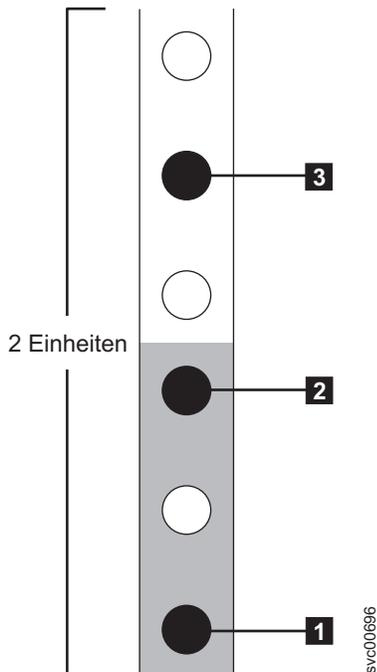

Abbildung 9. Positionen der Bohrungen auf der Rückseite des Racks
Diese Richtlinien helfen Ihnen beim Erstellen eines Plans, mit dem eine geeignete Position im Rack für ein oder mehrere Gehäuse ermittelt wird, die Sie jetzt oder später installieren. Für ein Gehäuse ist in einem Rack ein Bereich von zwei standardmäßigen Rackeinheiten erforderlich. In Abb. 9 auf Seite 14 finden Sie eine Beispielschablone für die zwei Rackeinheiten.
**Anmerkung:** Stellen Sie sicher, dass sich die Schiene zwischen der Vorder- und Rückseite befindet. In Abb. 9 werden zwei Rackeinheiten gezeigt, bei denen die Bohrungen auf der Rückseite angegeben sind.